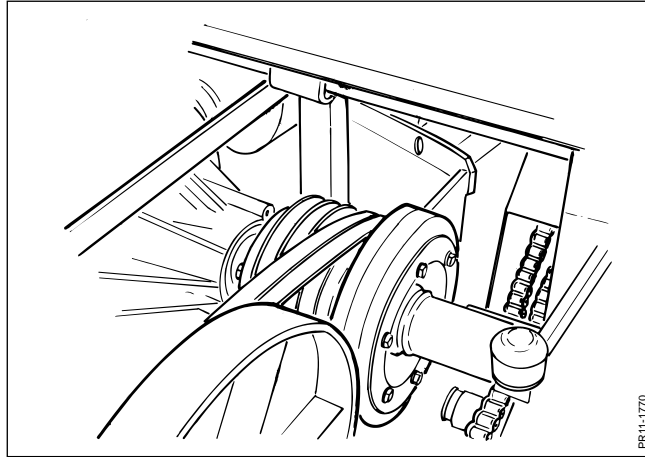

Fig. 4-23
**Fig. 4-23** I neutralstillingen slækkes remtrækket for drev af indføringssektionen, og denne står derved stille. **Dette er ikke en stilling der må betragtes som stilstand af maskinen, bl.a. fordi knivrotoren stadig roterer.** Desuden kan en tom, letløbende indføring stadig trækkes med af den lette friktion fra de slækkede remme.